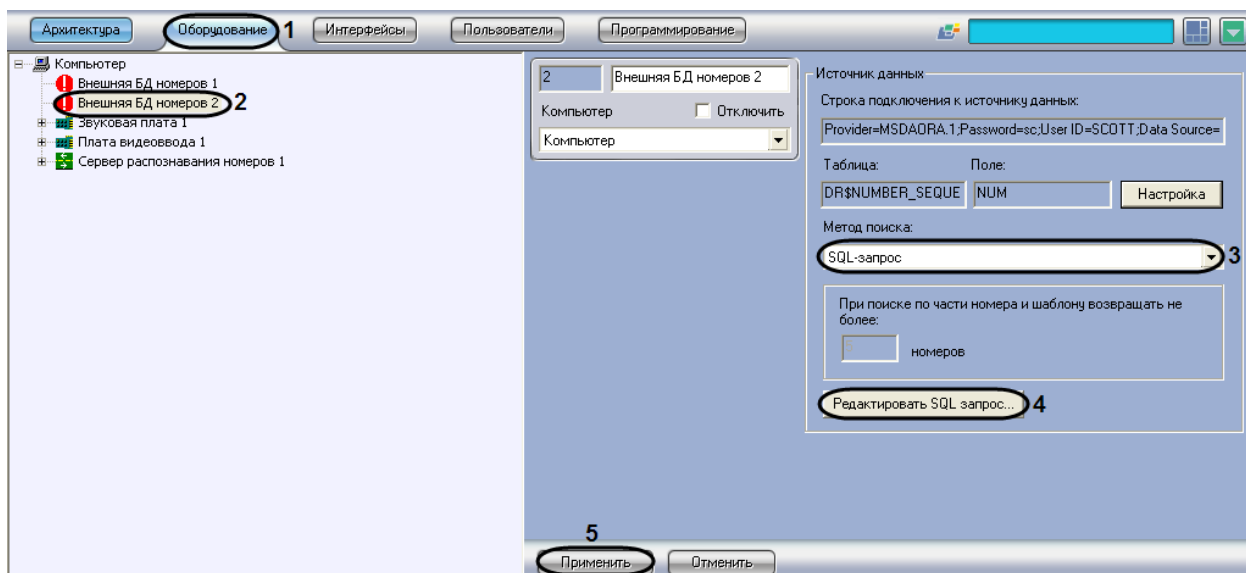

Рис. 7.6—12. Выбор Задание SQL-запроса
2. Выбрать в дереве объект «Внешняя БД номеров» (Рис. 7.6—12, 2).
3. Из списка «Метод поиска» выбрать значение «SQL-запрос» (см. Рис. 7.6—12, 3).